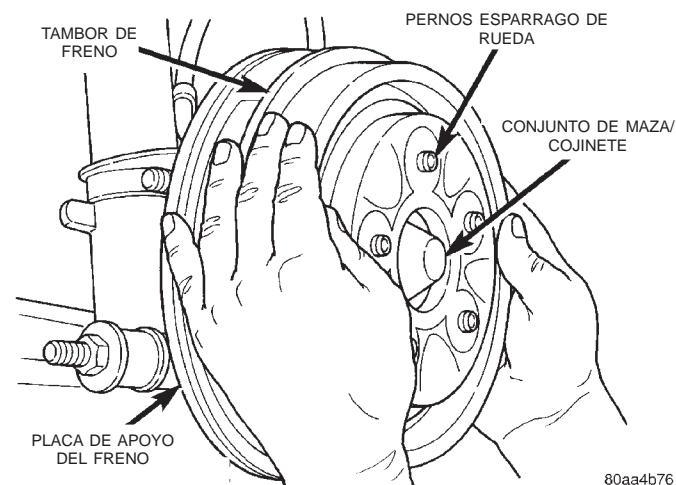
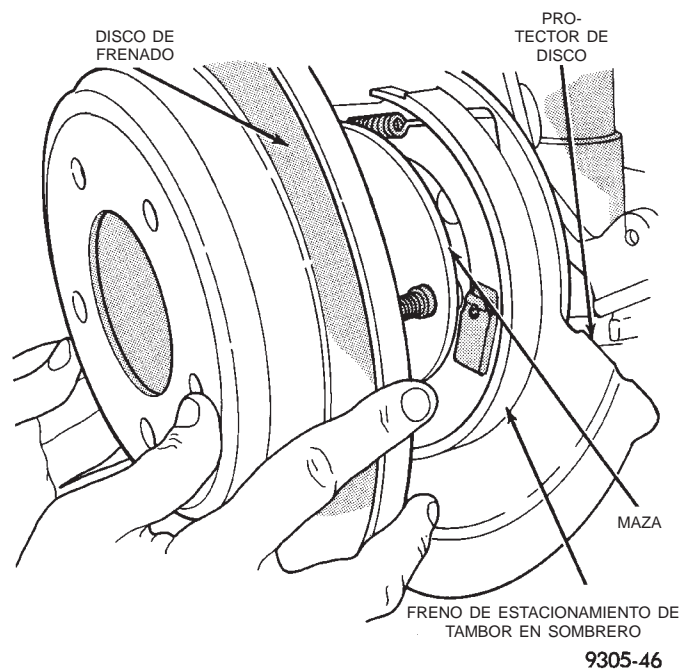

Fig. 98 Desmontaje del tambor de freno
Fig. 99 Desmontaje del rotor trasero
(1) Eleve el vehículo en gatos fijos o céntralo en un elevador de contacto de bastidor. Para informarse sobre el procedimiento de elevación necesario que se debe utilizar en este vehículo, consulte Elevación en la sección Lubricación y mantenimiento de este manual.
(2) Retire el conjunto de rueda y neumático trasero.
(3) En los vehículos que tienen instalados frenos de tambor traseros, retire el tambor de freno (Fig. 98) del conjunto de maza/cojinete trasero. En los vehículos que tienen instalados frenos de disco traseros, retire el calibrador de freno de disco del adaptador de freno de disco. Luego retire el rotor (Fig. 99) del conjunto de maza/cojinete.